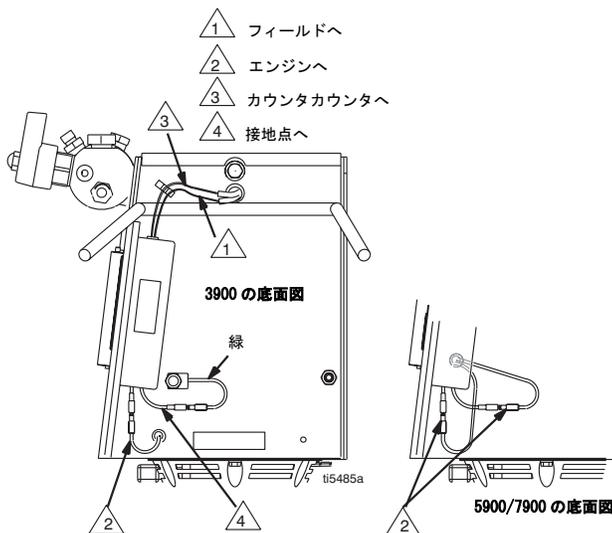

図. 12
2. 図. 12. 必要なワイヤの接続をすべて外します。
3. 図. 12. 必要なワイヤをすべて接続します。